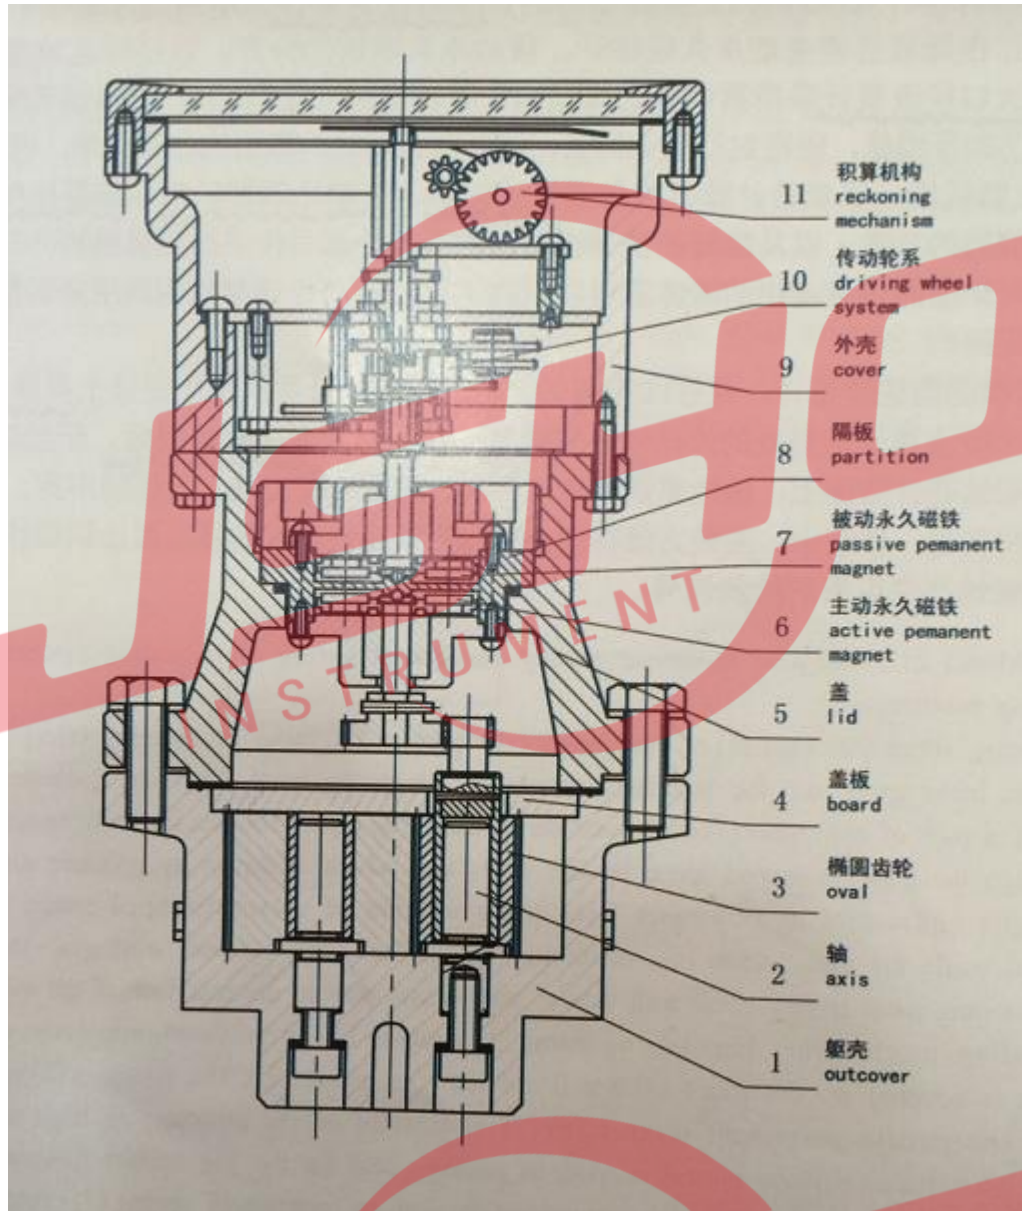
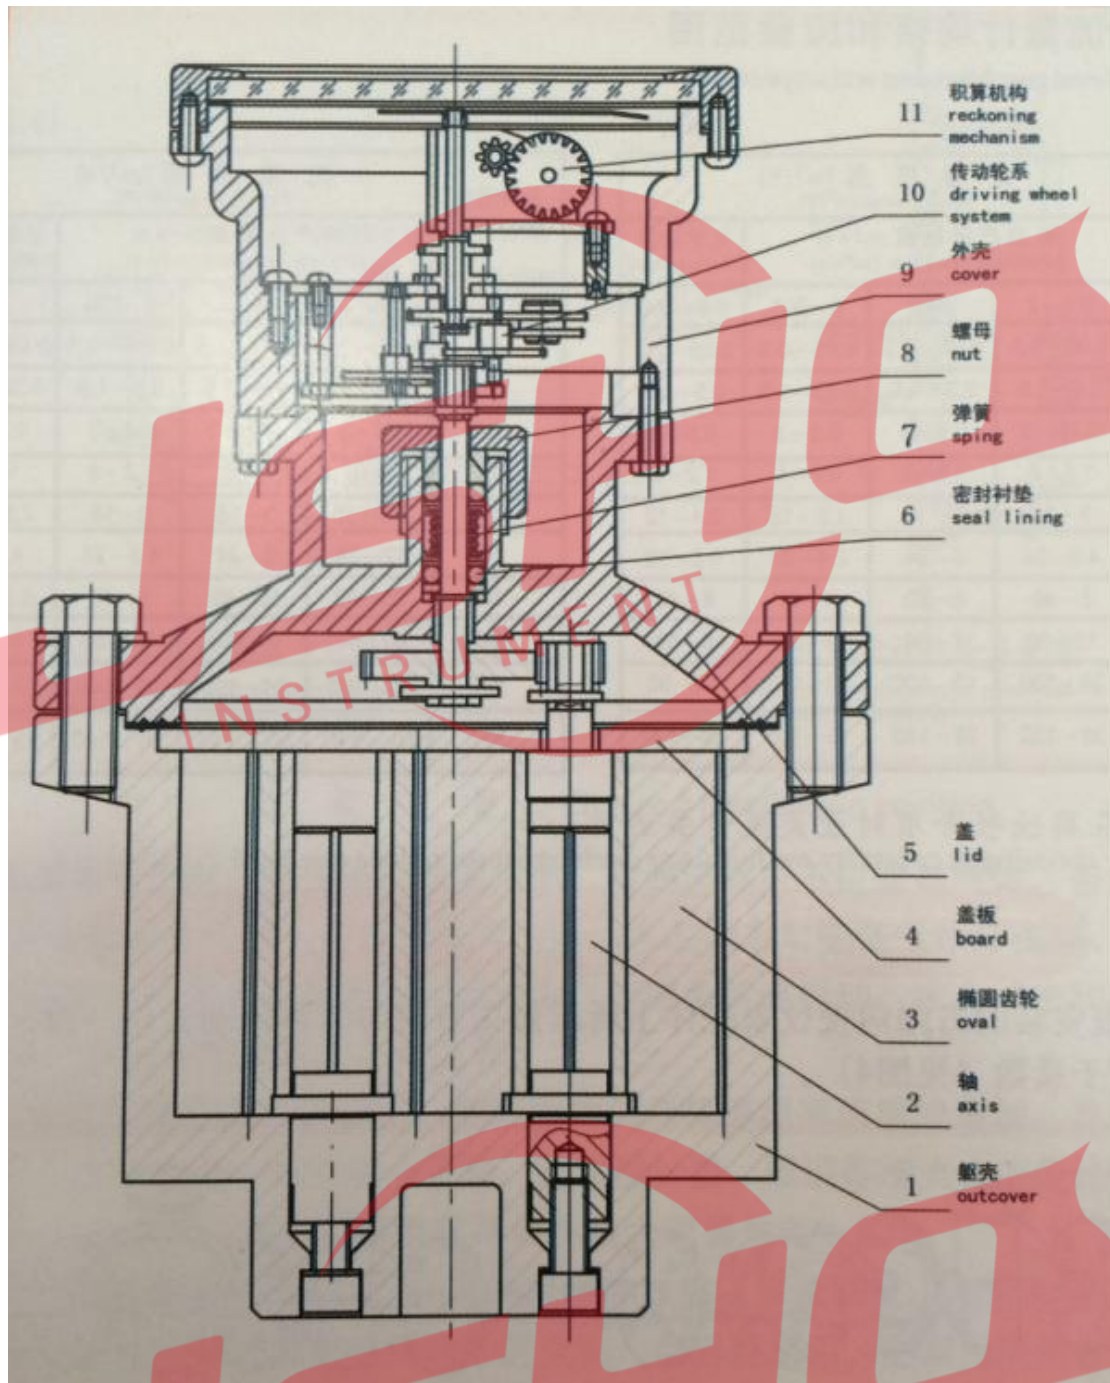

图 2 HQLC 型流量计永久磁铁传动结构图
图 3 HQLC 型流量计聚四氟乙烯密封传动结构图
1、计量室：仪表躯壳（1）（图 2、图 3，以下同）由铸铁制成，它的内腔与盖板（4）组成测量室。测量室内有两根不锈钢轴（2），一对椭圆齿轮（3）就套上轴上，靠流量计进出口处的压力差推动而旋转，从而不断地把进口处的液体经新月形空腔计量后送到出口处，每旋转一周，累计出四倍新月形空间的体积。椭圆齿轮与测量室内壁的间隙很小，仅几十微米，以减少仪表的泄漏量。
2、密封机构：仪表的测量室是密封的。小口径流量计采用永久性磁性密封机构（见图 2）：由隔板（8）将主动永久磁铁（6）、被动永久磁铁（7）分开。该结构灵敏度高，密封可靠；大口径流量计采用聚四氟乙烯塑料作填料密封（见图 3）：通过调节螺母（8）来改变弹簧（7）的压缩量，使密封衬垫（6）伸张，达到密封目的。该结构比较简单，调整方便。
- 2、仪表在使用过程中，由于齿轮等的磨损，精度往往会变化，以致超差。只要误差范围不超过 1%，一般均可调到合格。例如仪表精度下降到 +0.22%~-0.64% (平均误差 -0.21%)，调换双层齿轮时，首先应看原双层齿轮是多少齿，如果是 38/35，则按 (1) 法调整；若是别的齿轮时，例如是 41/38 齿轮，则应将该齿轮相对应的误差 +0.62% 作零位，上调 0.21%，使误差减少 0.21% 而变成 0.41%，参照误差调整表，调换上双层齿轮 40/37. (其误差为 0.43%，与 0.41% 最接近)。调整后实际误差 $\pm 0.19\%$ ， $\pm 0.41\sim-0.45\%$ ，达到合格范围。
- 4、调换双层齿轮时，先卸下外壳 (图 2、图 3 之 (9))，在其背后拧松轴套 (1) (图 6，下同) 及螺钉 (3)、(4)，更换调整齿轮 (2)，然后转动调整板 (5)，使调整齿轮与传动齿轮 (6)、(7) 啮合正确，再紧固轴套与螺钉。